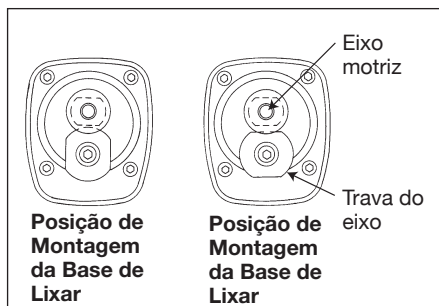

Figura 2 - Conjunto da base de lixar
2. Trave o eixo motriz no lugar antes de colocar a base de lixar. Gire a trava do eixo até que ela engate com o eixo motriz e aperte manualmente a base de lixar na direção horária (ver Figura 2).